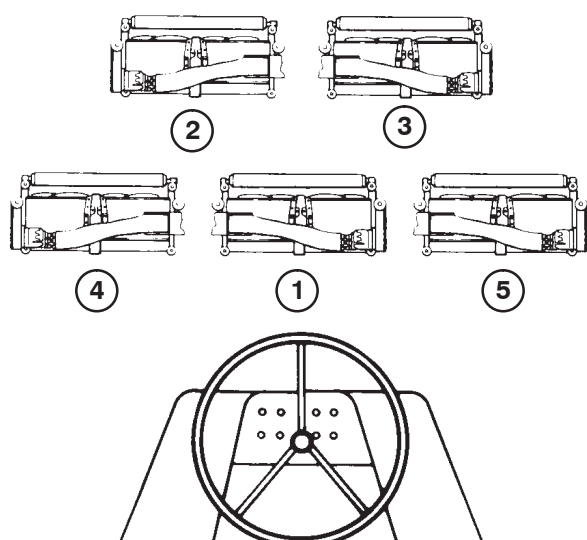

Figure 1
1. Reportez-vous à la Figure 1 et disposez les cinq plateaux de coupe sur le sol, devant la machine. Placez les 3 plateaux de coupe droits (tous identiques) aux positions N° 1, 3 et 5. Placez les plateaux de coupe gauches aux positions 2 et 4 (tous deux identiques).